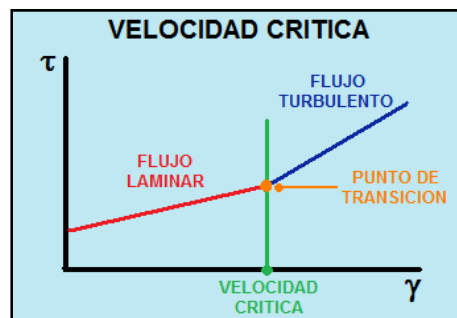

Figura B-4. Velocidad crítica.
**Velocidad crítica.** La velocidad crítica de un fluido es la velocidad a la cual el flujo cambia de régimen, figura B-4.